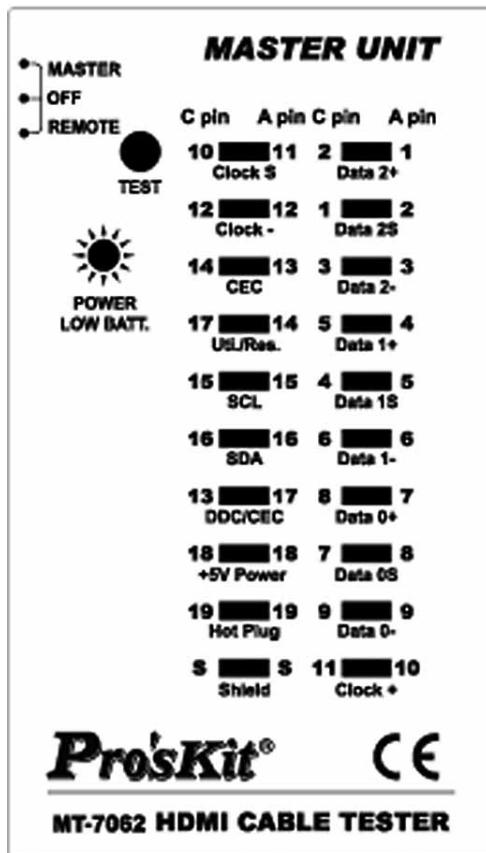

Рис. 2. Прямое правильное подключение (Straight)
- **Прямое подключение «1-в-1» (Straight):** сопровождается подачей длинного звукового сигнала. Это означает, что все провода и экранная оплётка кабеля подключены к контактам 1–19 разъемов «1-в-1» (см. рис. 2).